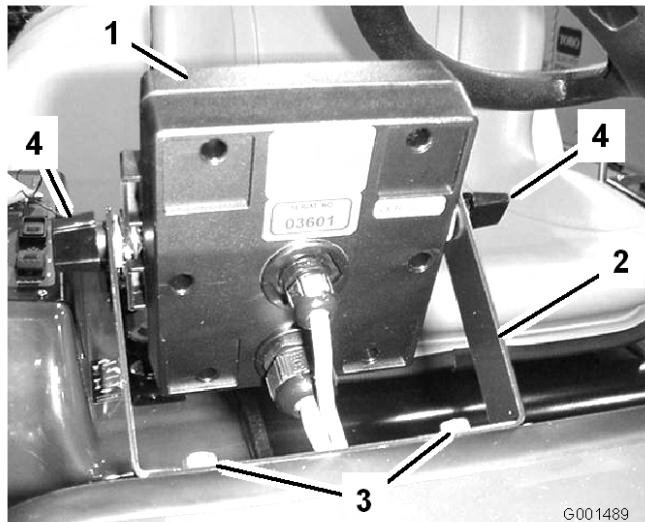
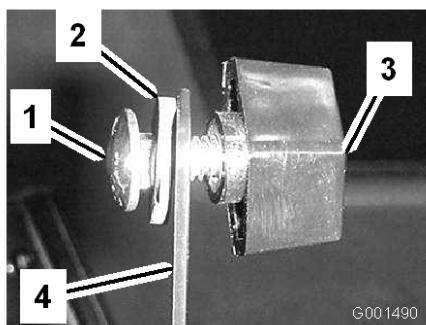

Figura 5
Figura 6
- Montate la staffa del monitor bracket sulla plancia (Figura 5) usando due bulloni a testa flangiata (1/4 x 3/4 pollici) e due dadi flangiati (1/4 pollici).
- Montate il monitor Spray Pro sopra la testa dei bulloni a testa tonda (Figura 5) quindi serrate le manopole per ancorarlo.
- Montate sulla staffa, senza serrarli, i due bulloni a testa tonda, le rondelle elastiche e le manopole, come illustrato nelle Figura 5 e Figura 6.